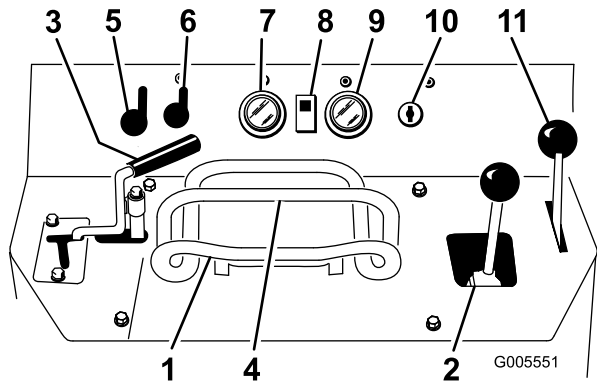
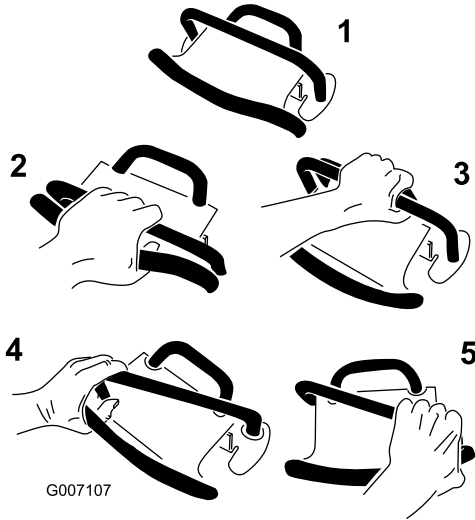

Figura 5
Figura 6
Familiarícese con todos los controles (Figura 5) antes de poner en marcha el motor y trabajar con la unidad de tracción.
- Para conducir hacia adelante, mueva el control de tracción hacia adelante (número 2 en Figura 6)..
- Para conducir hacia atrás, mueva el control de tracción hacia atrás (número 3 en Figura 6). **Mientras conduzca en marcha atrás, mire hacia atrás para asegurarse de que el camino está despejado, y mantenga ambas manos en la barra de referencia (Figura 5).**
- Para girar, mueva el control de tracción en la dirección deseada (números 4 y 5 en Figura 6).
- Para detenerse, suelte el control de tracción (número 1 en Figura 6).